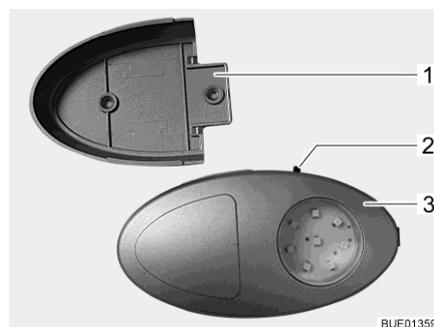

Fig. 81 Luce armadio guardaroba/torcia elettrica
- ▷ È possibile estrarre la luce armadio guardaroba dal supporto a vite (Fig. 81,1) e utilizzarla come torcia elettrica.
L'interruttore di accensione/spegnimento (Fig. 81,2) è montato direttamente sulla luce armadio guardaroba (Fig. 81,3).